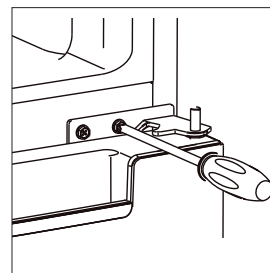

Fig. 8
- ▶ Enlevez la charnière médiane (6) en dévissant les vis de fixation (fig. 8). Enlevez également les rondelles et mettez-les de côté pour une utilisation ultérieure.
- ▶ Retirez la porte du congélateur (7) en la soulevant depuis la charnière inférieure et posez-la sur le côté de telle manière qu'elle ne puisse pas tomber, sur une surface souple pour éviter les rayures.
- ▶ Enlevez le bouchon d'obturation de la douille de charnière du côté gauche de la porte du congélateur (7) en faisant levier, p. ex. avec un petit tournevis plat. Remplacez le bouchon d'obturation dans la douille de charnière du côté droit.